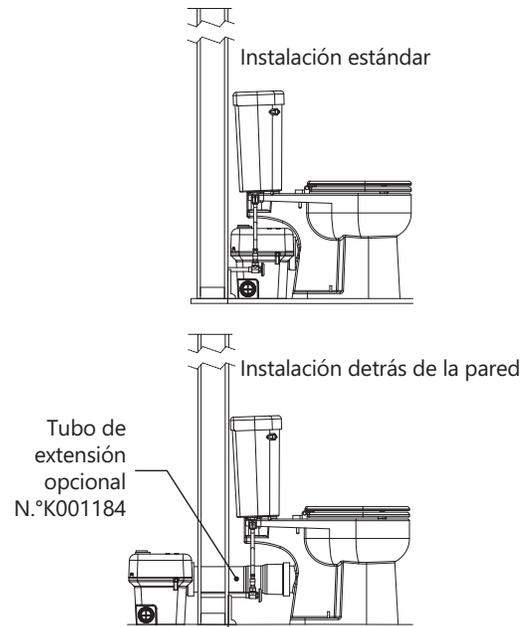
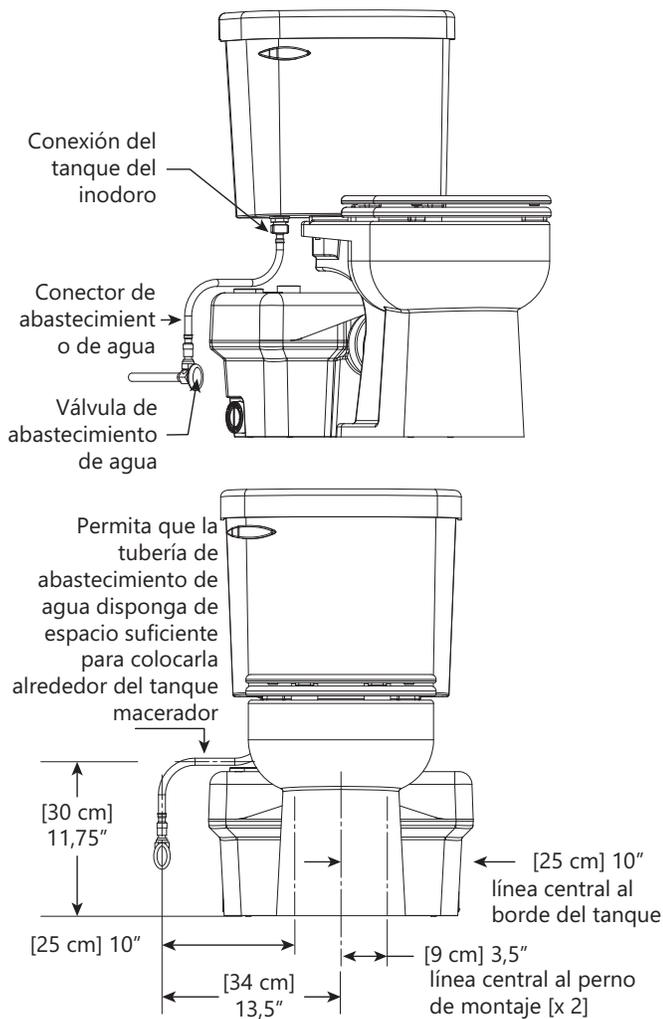

Figura 4. Opciones de colocación
Figura 5. Conexión del inodoro
1. Coloque el macerador en la ubicación deseada y conecte a la unidad todas las tuberías de entrada y de salida de desechos. El lado del tanque que no tiene entradas deberá estar contra la pared para asegurar la colocación correcta del inodoro. Consulte Figura 4 y Figura 5.